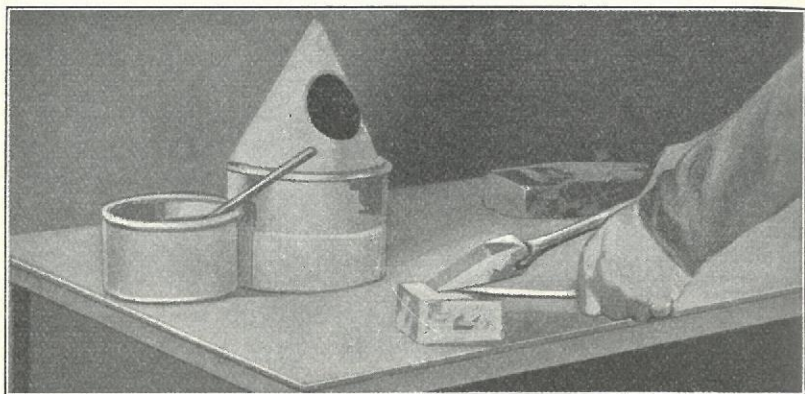

Fig. 398
792 Naar Kolben er bearbejdet paa denne Maade, er det nødvendigt at fortinne den. Dette gøres ved at varme Kolben, dyppe den i Syre og gnide den mod et Stykke Salmiak paa samme Tid som en Stang Tin holdes mod den, som vist paa Fig. 398. Kolben maa behandles paa denne Maade paa den ene Side efter den anden, til alle de kileformede Stykkers Sider er fortinnede.
- 795** Loddesyren er mættet Saltsyre, d. v. s. almindelig Saltsyre, hvori der er lagt et Stykke Zink til Boblingen (Kogningen) er ophørt. Denne Syre anvendes saavel til Rengøringen af Metaldelene som til Flydemiddel ved Lodningen. Opbevar aldrig Syren i en Metalbeholder, men opbevar den i en Gláseller Stenkrukke. Dæk Krukkerne med kegleformede Metal-dæksler med Hul i Siden (Fig. 398). Herved forhindres det, at Syren eller Salmiakopløsningen flyder ud, naar Kolben dypes deri, ligesom det samtidig forhindrer, at Syren stænker op i Øjnene eller paa Klæderne.